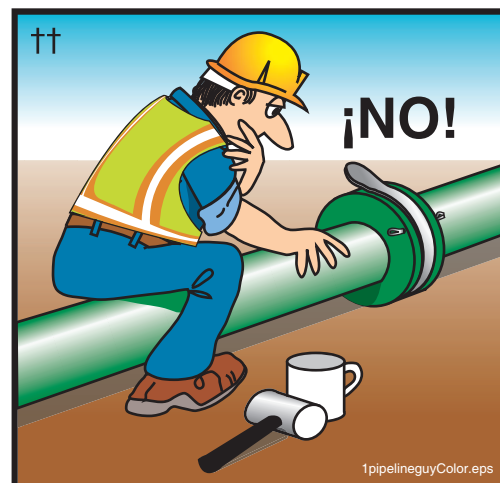

Figura 50
8.29 **⚠️ ADVERTENCIA** Nunca se pare, se siente o se monte a horcajadas sobre una tubería que está en uso o cuando está bajo presión. La tubería se desgasta con cada carrera de la bomba. Si la bomba revienta, Ud. querrá estar al costado de ella y no sobre ella (Figura 50).